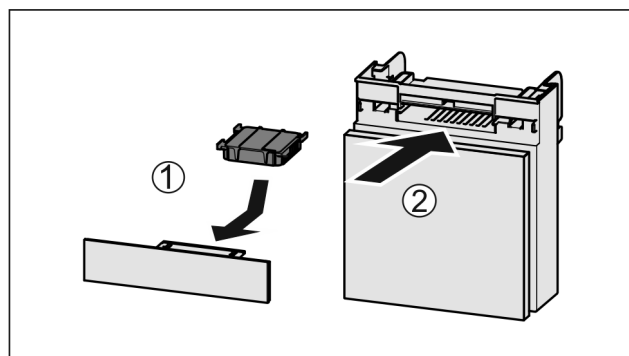

Fig. 99
- ▶ Sätt in Fig. 99 (1) aktivtkolfiltret enligt bilden.
▶ Skjut in Fig. 99 (2) lådan.